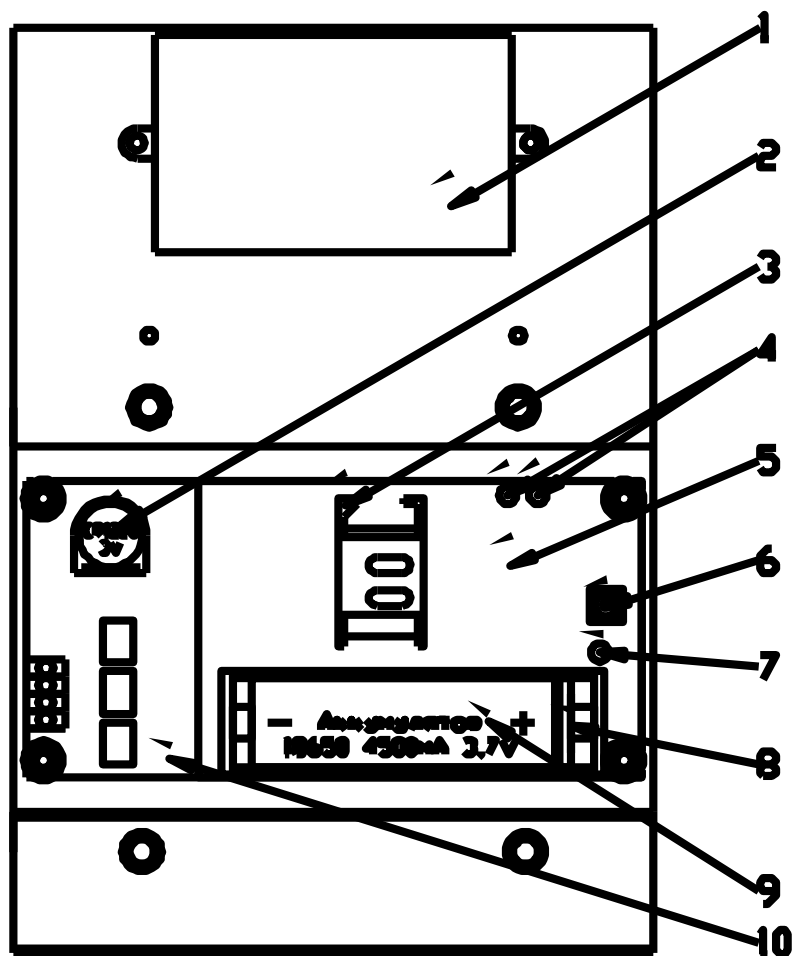

Рисунок 1. Блок управления в сборе с модулем в электрокотле СТЭН КОМФОРТ
- открутить две гайки М3 с двух стоек, установленных на плате контроллера (см. рис. 1, 2)
Включите вводной автомат , кнопку «ПУСК» на нижней стенке корпуса . После включения модуль автоматически регистрируется в сотовой сети . На плате модуля красный индикатор постоянно горит и указывает на работоспособность модуля , зеленый индикатор мигает с частотой 1 раз в 1 сек. до момента регистрации в сотовой сети (поз.4 рис. 1) .
При первом запуске на плате модуля загорится индикатор заряда аккумулятора (поз.4 рис.1) . Правильная работоспособность модуля будет обеспечена после полного заряда аккумулятора .